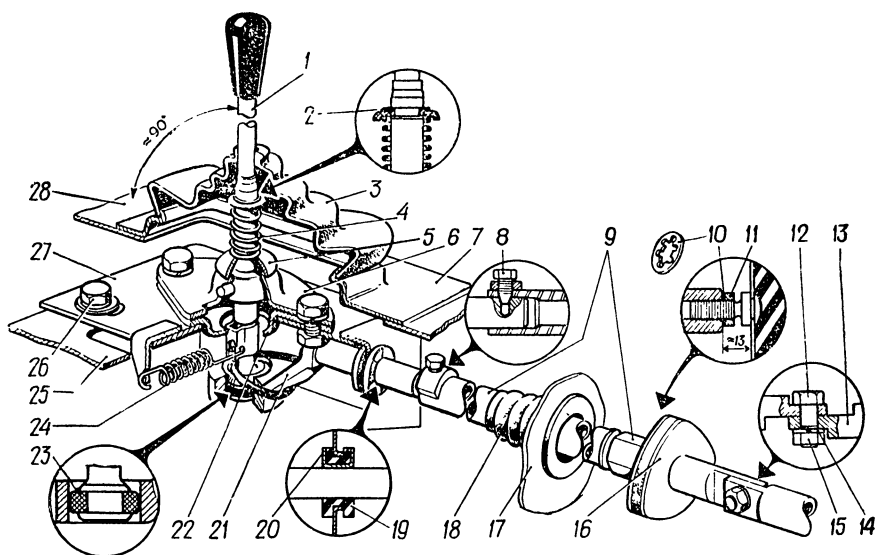

Рис. 34. Привод переключения передач:
Переключение передач производится рычагом на туннеле пола кузова (рис. 34). Опорой рычага 1 является шаровой шарнир, состоящий из полусферы рычага 1, прижимаемой к сфере чашки 6 пружинной 4, которая упирается в упорную чашку 5, шайбу и стопорится кольцом 2. Вращение рычага предотвращается штифтом, входящим в паз чашки 6.
3. Установите пылезащитный чехол в отверстие крышки туннеля и вверните муфту 16 (рис. 34) в вал управления до размера 13 мм между торцом вала и плоскостью муфты.